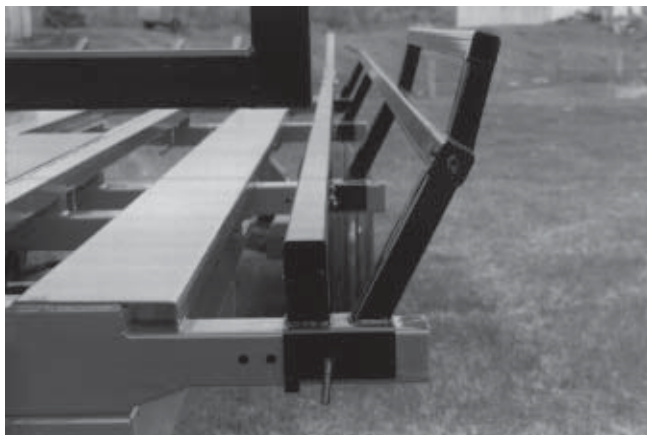

Figure 13
- 1) Ajuster les côtés selon la grosseur et la forme des balles (Figure 13). Cet ajustement vise à prévenir le roulement des balles d'un côté à l'autre lors du transport.